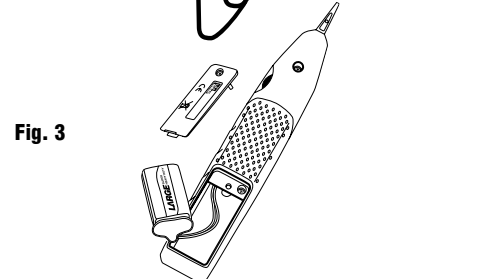

Fig. 3
1. Dévisser le couvercle du logement de pile (Voir la Fig. 3)